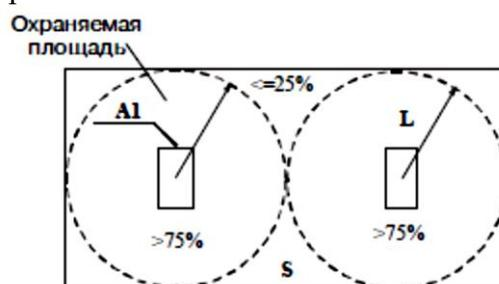

Рисунок 2. Установка извещателя на монолитной конструкции с охватом не менее 75% охраняемой поверхности
- есть возможность организовать либо основную защиту конструкции с охватом не менее 75 % охраняемой поверхности (рисунок 2), либо – если это принципиально важно – полную блокировку конструкции со 100 - процентным охватом охраняемой поверхности (рисунок 3). В первом случае площадь отдельных незащищенных участков не должна превышать 0,1 м² (для исключения возможности проникновения человека сквозь такой проем);